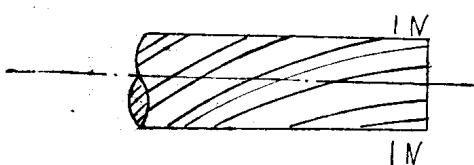

图 19
3. 波纹震动：波纹震动是进刀过程中工件外圆出现的轴向多棱或椭圆状态（如图19），由此而引起的震动现象。其产生的原因：跟刀架紧固不好，跟刀架爪弧面接触不好。跟刀架上侧支柱爪压的太紧使工件下垂造成外侧爪接触产生变化。活顶尖轴承松动或椭圆度大，在开始吃刀时就有震动及椭圆所致。